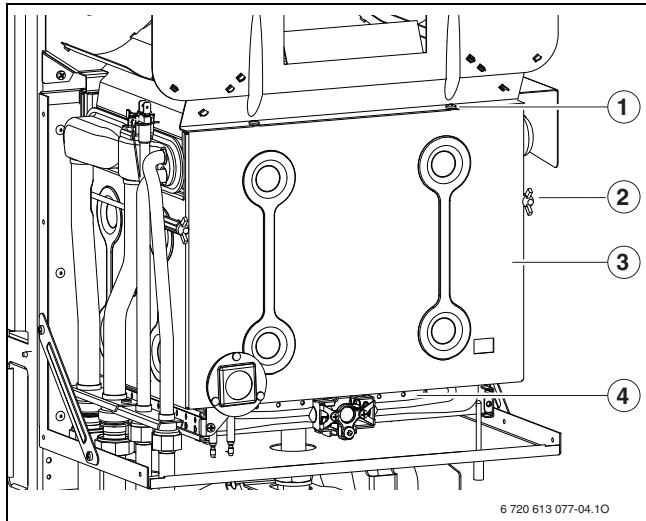

Рис. 30 Открывание горелки
- ▶ Снять переднюю стенку камеры и горелку (→ рис. 30).